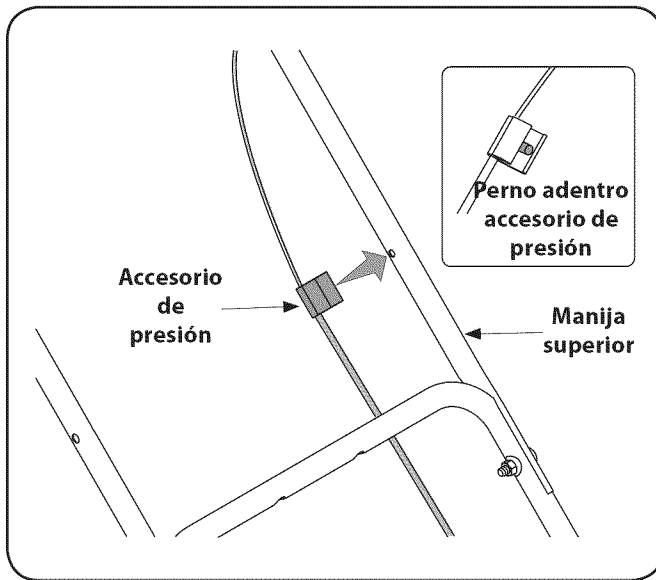

Figura 3-7
1. Presione el perno que está dentro del accesorio de presión dentro del orificio que se encuentra del lado izquierdo de la manija superior, según se muestra en la Figura 3-7.